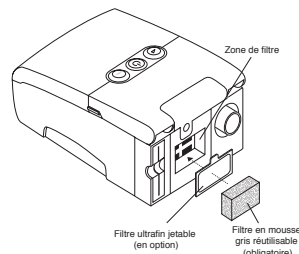

FIGURE 7-2 RÉINSTALLATION DES
6. Réinstallez les filtres, en plaçant d'abord le filtre blanc ultrafin le cas échéant, comme l'illustre la Figure 7-2.